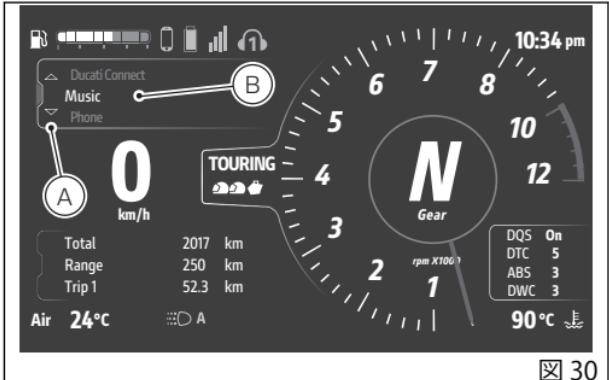

図 30
- ジョイスティックを▲の位置に長く押し、インタラクティブメニューを選択します（A、図30）。
- ジョイスティック▲▼を使用して「Music」を選択し（B、図30）、「ENTER」を押します。